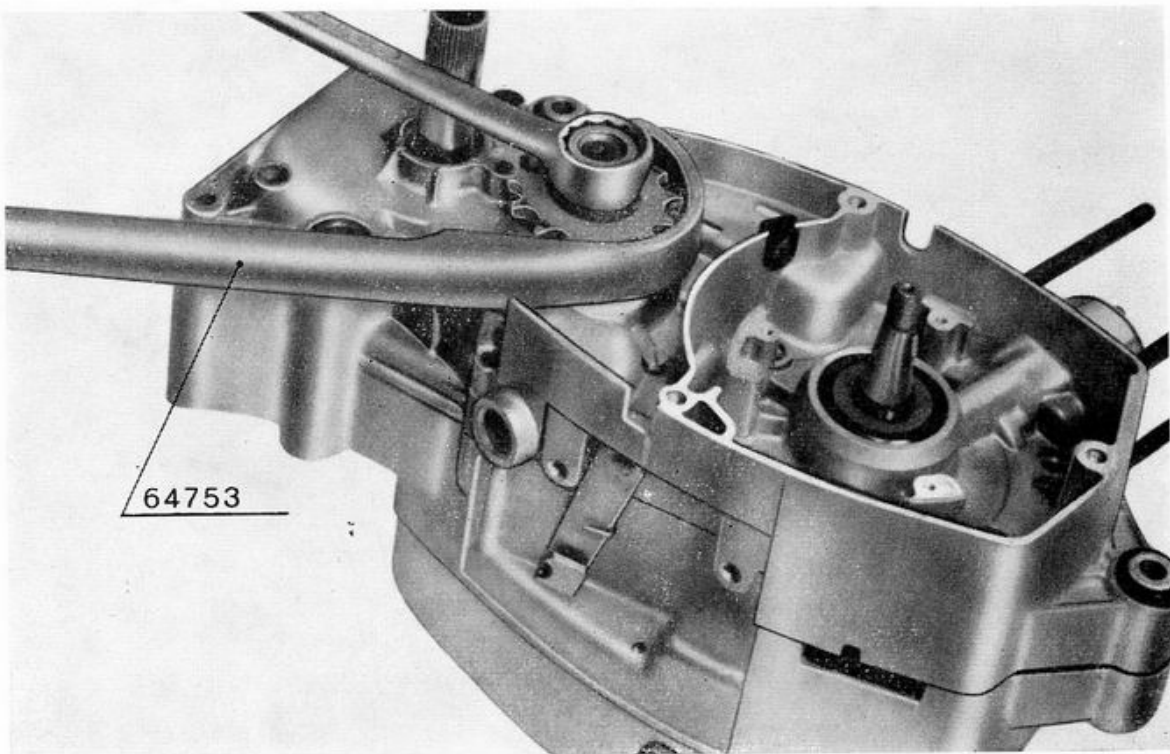

Fig. 4 - Come smontare il pignone dall'albero secondario.
7. Fig. 4 - Usando l'attrezzo 64753 e una chiave poligonale da mm. 22 rimuovere il dado e la rondella di sicurezza, sfilare il pignone dall'albero secondario del cambio.